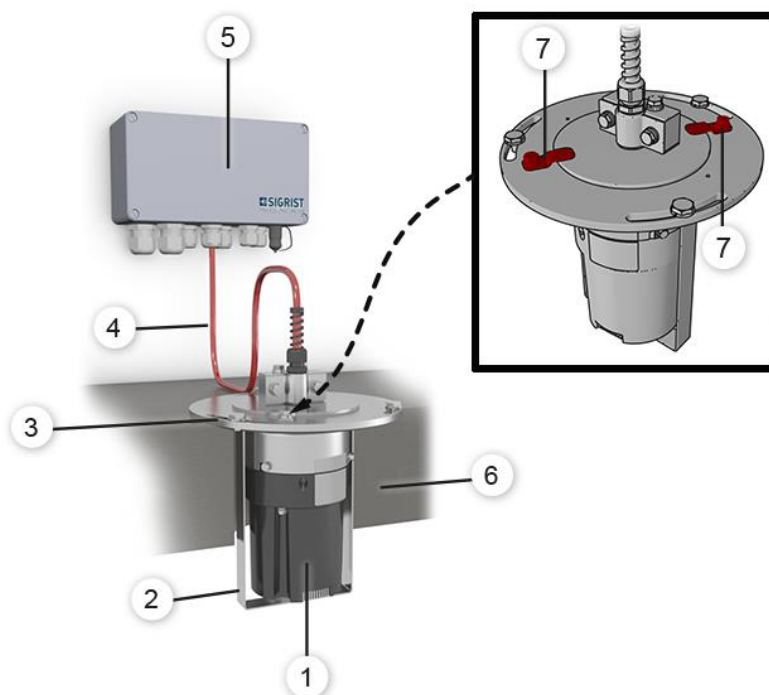

Abbildung 8: Zwischendeckenmontage
2.	Das Montage-Set mit vormontiertem Fire-Guard 2 am Befestigungsflansch (Abbildung 8, Pos. 3) mit drei Schrauben (Kreise) befestigen. A: Tunneldecke i Die Bohrungen für die Befestigung des Montage-Sets müssen vorhanden sein.
3.	Das Photometer wie folgt ausrichten: - Die zwei Befestigungslaschen (Abbildung 8, Pos. 7) lösen. - Das Photometer in Fahrtrichtung ausrichten. i Die Markierung (X) muss zur Strömungsrichtung (Y) des Tunnels ausgerichtet sein. - Die zwei Befestigungslaschen (Abbildung 8, Pos. 7) wieder festziehen.